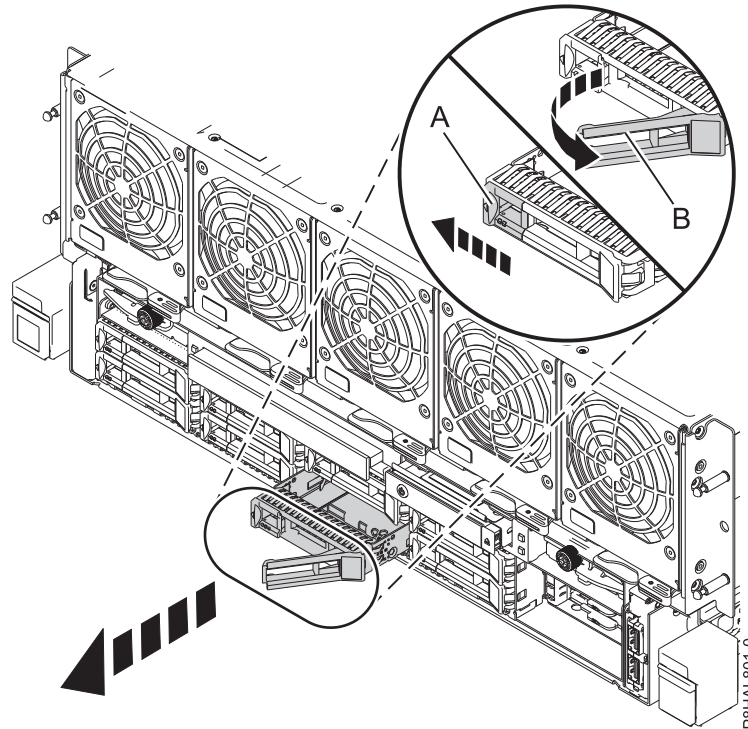

Abbildung 5. Plattenlaufwerk ausbauen
- a. Entriegeln Sie den Griff des Plattenlaufwerks (**B**), indem Sie die Verriegelung (**A**) zusammendrücken und zu sich ziehen (siehe Abb. 5 auf Seite 7). Wird der Griff nicht ganz nach außen gezogen, lässt sich das Plattenlaufwerk nicht aus dem System schieben.